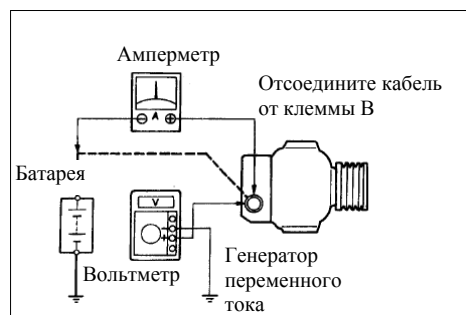

Рис. 327
(1) Если имеется тестер для батареи/стартера, подсоедините его к цепи зарядки в соответствии с инструкциями.
(2) Если зарядное устройство недоступно, подсоедините к цепи зарядки амперметр и вольтметр следующим образом (рис. 327).
(3) Проверьте цепь зарядки